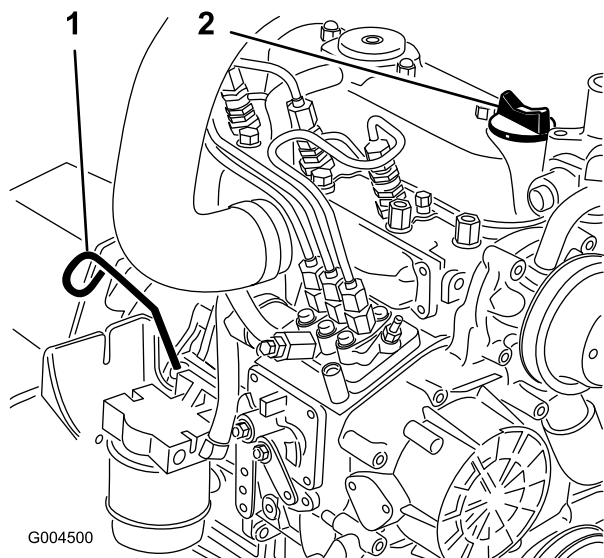

図 43
2. ディップスティック (図 43) を抜き取り、付いているオイルをウェスで拭きとってもう一度差し込む。引き抜いて油量を点検する。
3. 不足している場合は、キャップ (図 43) を取り、Full 位置までオイルを補給する。